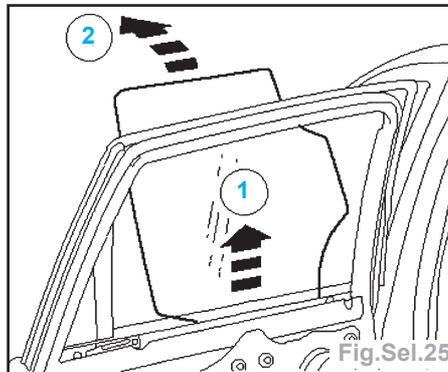

Fig.Sel.25
- Déposer la vitre de porte arrière (Fig.Sel.25) :